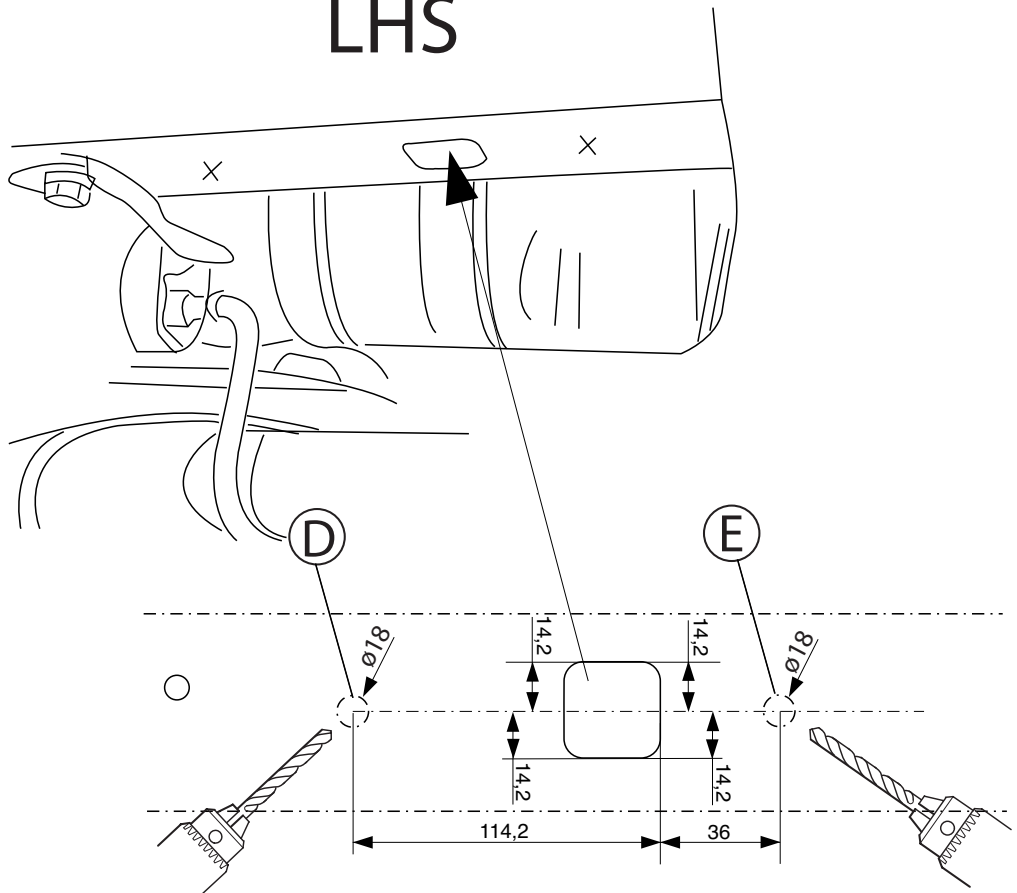

Fig.2a
4. Nagyobbítsa a(z) D és E lyukakat 18mm-re. См. рисунок 2a и 2b.